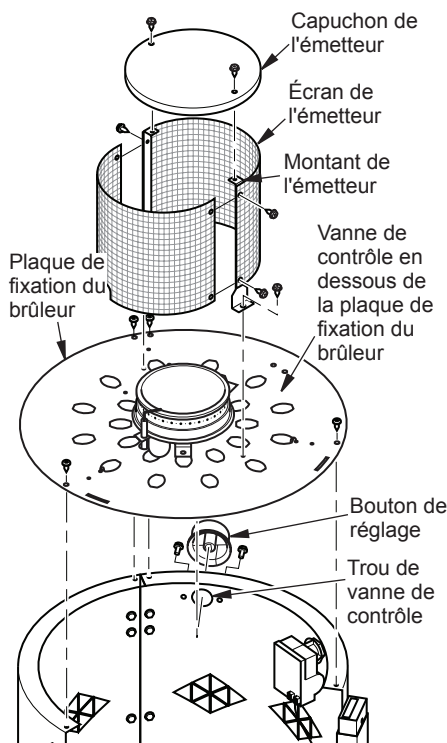

Figure 5 - Assemblage de l'émetteur et raccordement à la plaque de fixation du brûleur
7. Fixez le support de la vanne de contrôle au panneau de contrôle de la table avec 2 vis (C). Fixez le bouton de réglage à la vanne de contrôle à partir de l'extérieur de l'appareil de chauffage. Voir figure 5.
8. Fixez la plaque de support du brûleur aux panneaux avec 4 vis (C) (voir figure 5).
9. Attachez les écrans de l'émetteur aux montants de l'émetteur avec 4 vis (C) comme illustré à la figure 5.
10. Fixez le capuchon de l'émetteur aux montants de l'émetteur avec 2 vis (C) comme illustré à la figure 5.
11. Fixez l'assemblage de l'émetteur à la plaque de fixation du brûleur avec 2 vis (C) (voir figure 5).